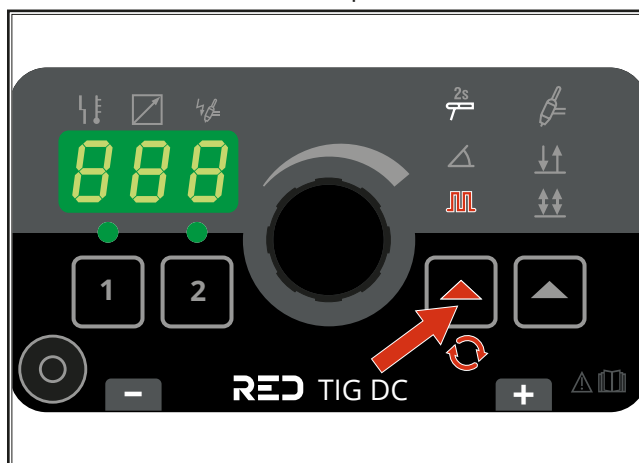

Fig. 11: Conectar pulsación
- ➔ Si se requiere la función de pulsación, actívela como se muestra en la Fig. 11.